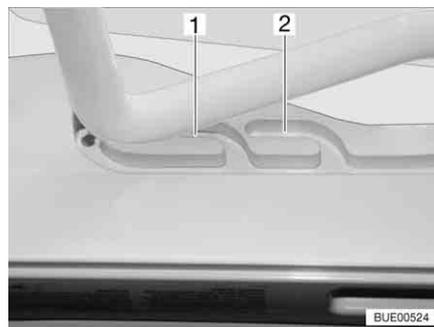
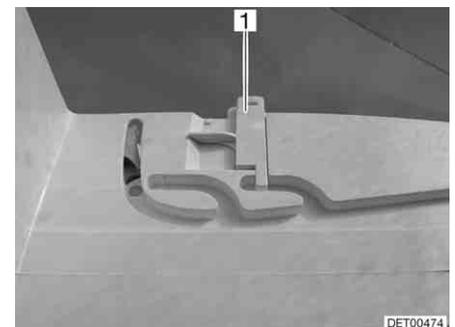

Fig. 90 Lanterneau Heki en position de ventilation
Fig. 91 Verrouillage position de ventilation
**Position de ventilation** Il est possible d'amener le lanterneau Heki en deux positions de ventilation : Position pour mauvais temps (Fig. 90,1) et position intermédiaire (Fig. 90,2). Suivant le modèle, il est possible de verrouiller le lanterneau en position intermédiaire avec le verrou (Fig. 91,1).
- Pousser légèrement l'étrier vers le haut, le pousser dans la glissière choisie (Fig. 90,1 ou 2) et le verrouiller si nécessaire.